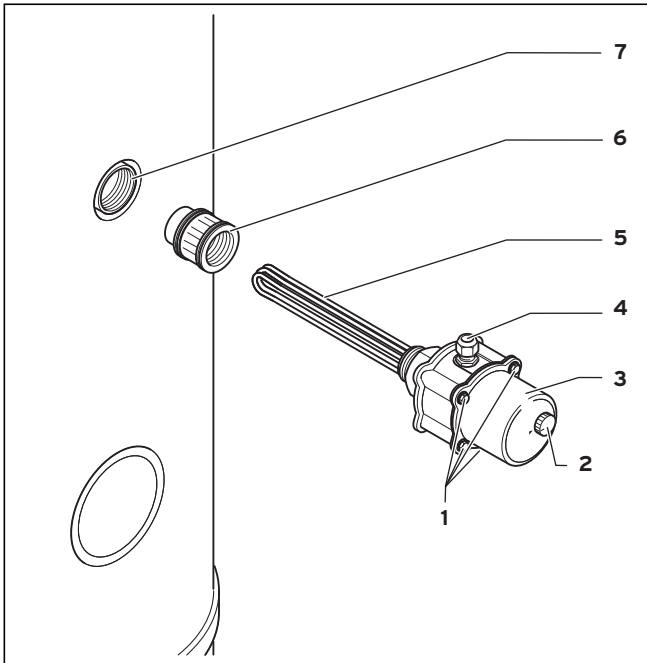
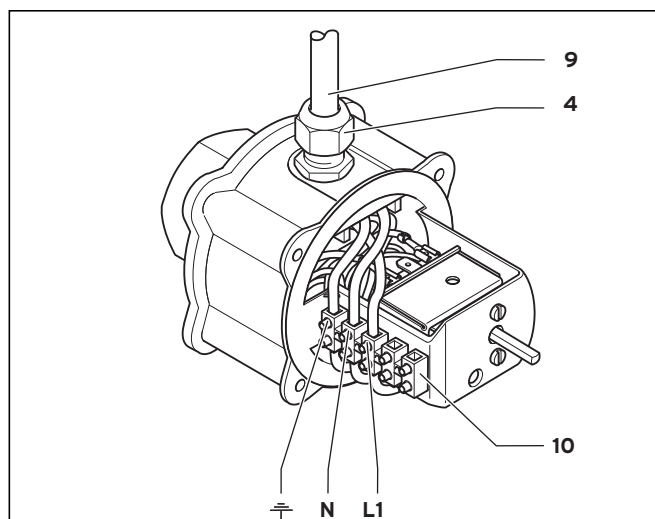
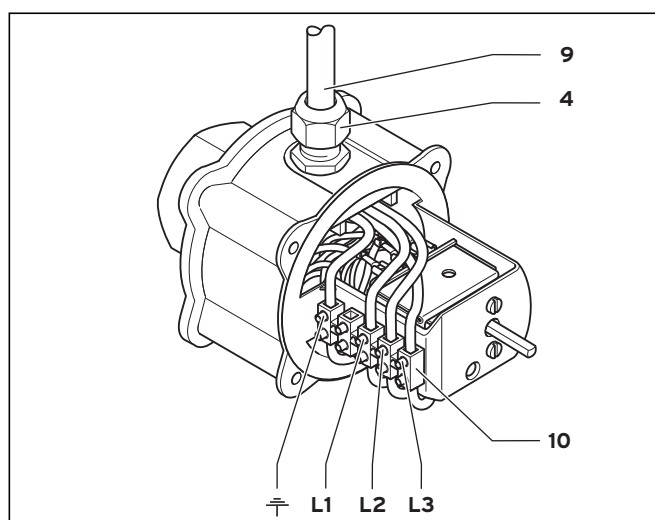

Fig. 1 Instalarea bastonului de încălzire electric
Fig. 2 Instalația electrică a bastonului de încălzire electric 230 V
Fig. 3 Instalația electrică a bastonului de încălzire electric 400 V
La instalația electrică procedați după cum urmează (vezi fig. 1 până la fig. 3):
- Scoateți butonul regulatorului (2).
- Desfaceți cele 4 șuruburi cu cap hexagonal (1).
- Scoateți capacul carcasei (3).
- Fixați cablul (9), la construcție, cu îmbinări cu șuruburi PG (4).
- Înșurubați cablul (9), la construcție, în varianta conform fig. 2 (230 V) sau fig. 3 (400 V) la regleta cu borne (10).
- Așezați capacul carcasei (3) și fixați-l cu cele 4 șuruburi cu cap hexagonal (1).
- Introduceți butonul regulatorului (2).